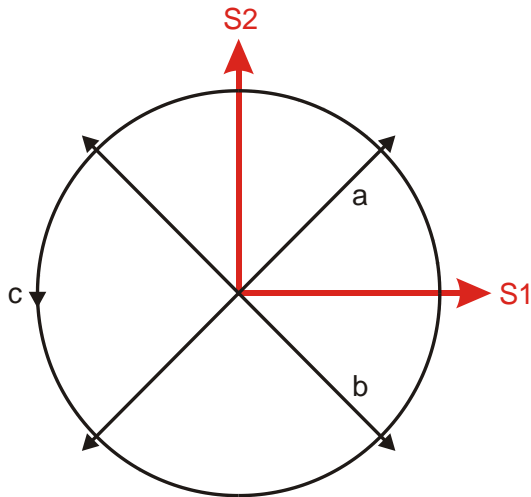
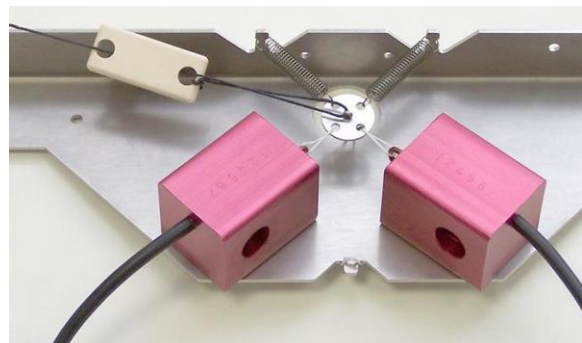
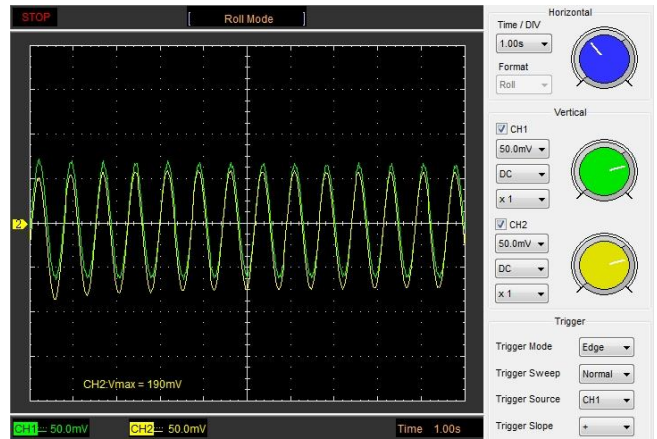

Fig. 2: Orientación de los sensores S1, S2 y las direcciones estudiadas del péndulo simple.
Fig. 5 Montaje del hilo
Fig. 7: Componentes de oscilación del péndulo simple "en la bisectriz angular"
- Se desvía un poco el péndulo simple y se deja oscilar en la bisectriz entre los sensores de fuerza (Dirección de oscilación a en la Fig. 2). Se observa el oscilograma y se guarda.
- Se desvía un poco el péndulo simple y se deja oscilar perpendicularmente a la bisectriz entre los dos sensores de fuerza (Dirección de oscilación b en la Fig. 2). Se observa el oscilograma y se guarda.
- Se desvía un poco el péndulo simple y se deja oscilar circularmente (Dirección de oscilación c en la Fig. 2). Se observa el oscilograma y se guarda.
Si el péndulo oscila en la bisectriz entre los dos sensores de fuerza, los sensores de fuerza se cargan simétricamente (Dirección de la oscilación a en las Fig. 2 y Fig. 5). Las señales de los dos sensores de fuerza se encuentran en fase, es decir, el desplazamiento de fase es $\varphi = 0^\circ$ (Fig. 7).
Si el péndulo oscila perpendicularmente a la bisectriz entre los dos sensores de fuerza, los sensores de fuerza se cargan asimétricamente (Dirección de oscilación b en las Fig. 2 y Fig. 5). Las señales de los dos sensores de fuerza están en contrafase, es decir, el desplazamiento de fase es $\varphi = 180^\circ$ (Fig. 8).